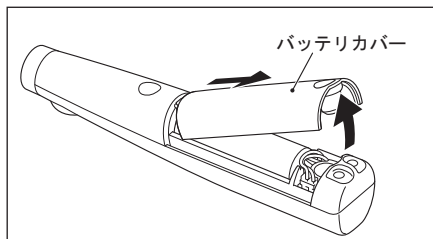

図 11
- 4) バッテリーカバーのねじ側を持ち上げ取り外します。(図 11)